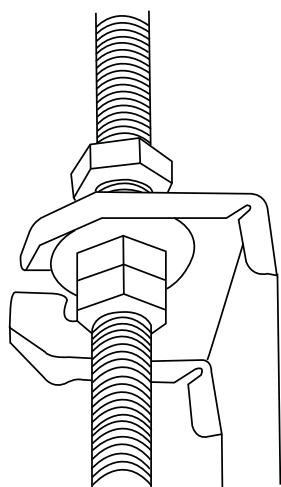

Fig. 4.5
5. Montare l'Unità Interna. Per sollevarla e fissarla, sono necessarie due persone. Inserire i bulloni di sospensione nei fori di sospensione dell'Unità. Fissarli utilizzando le rondelle e i dadi inclusi (vedi Fig. 4.5).